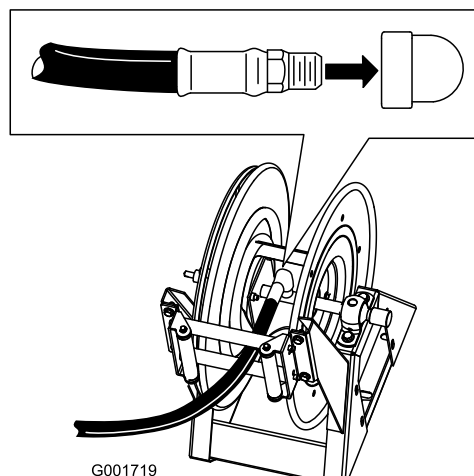

Figura 18
1. Envuelva con cinta teflón las roscas del acoplamiento de la manguera larga e instale el acoplamiento en el tubo conector del carrete (Figura 18).